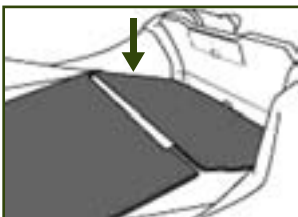

рис. 5
- Присоедините пайол №3 к пайолу №2,4 (рис.5).